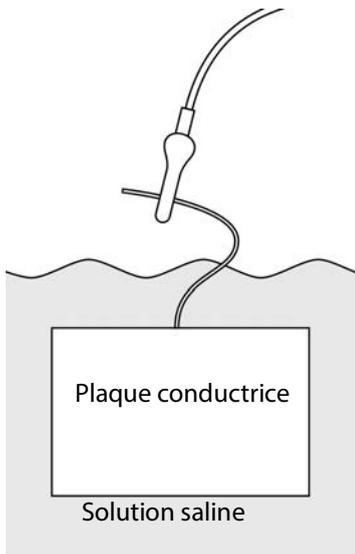

Figure 14 Raccordement de la plaque conductrice
- a Raccorder le câble noir à la plaque conductrice plongée dans la solution saline, comme indiqué à la **Figure 14**.